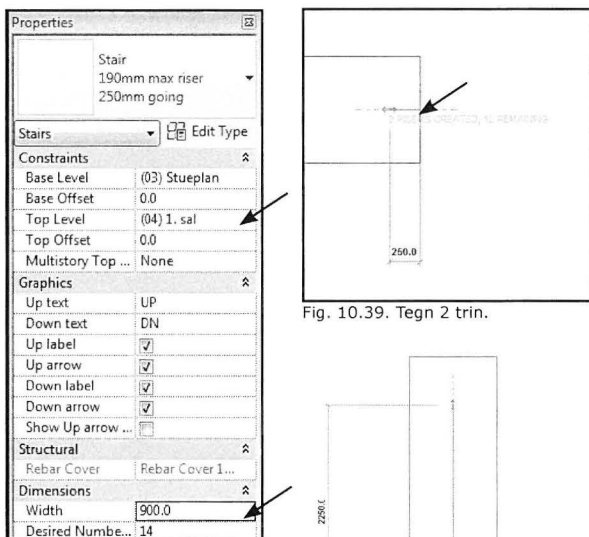

Fig. 10.38. Indstil højde og bredde.
- Indstil *Top Constraint* til (04) 1. sal og *Width* til 900 mm i *Properties* (Fig. 10.38).